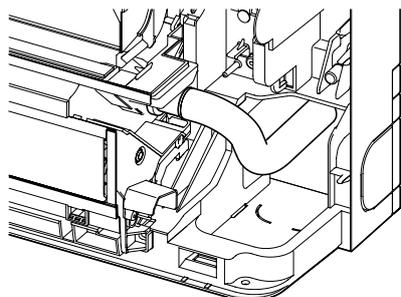

Fig. 5-4
- Inserte la manguera de drenaje a lo largo de la base del depósito de drenaje. (Fig. 5-4) Asegúrese de que la manguera de drenaje está bien sujeta en la parte saliente del orificio del depósito de drenaje.